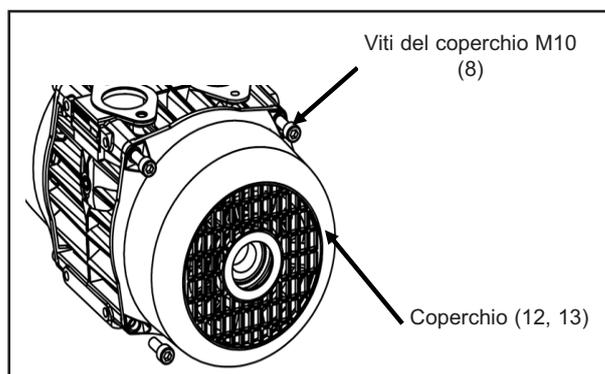

Figura 29
7. Inserire i due coperchi (12 e 13) sulle ventole con le viti del coperchio M10 (8). Serrare le viti del coperchio ad una coppia di 35 N.m ; vedi figura 29.